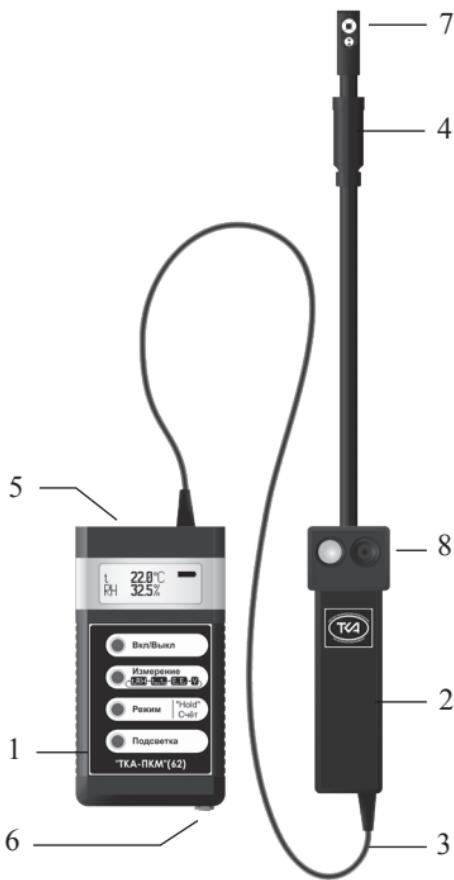

Рис.1 Внешний вид прибора “ТКА-ПКМ”(62)
5.1 Приборы комбинированные выпускаются в компактном портативном исполнении. Конструктивно прибор состоит из двух функциональных блоков: измерительной головки (ИГ) и блока обработки информации (БОИ), связанных между собой гибким многожильным кабелем (Рис.1).
Для связи с ПК в приборе установлен разъём USB (дополнительно RS232) (5, на Рис.1).
6.2.1.1 Включите прибор. Перед началом работы убедитесь в работоспособности элемента питания (аккумулятора). Если после включения прибора на дисплее появится надпись “РАЗРЯД БАТАРЕИ!”, нужно зарядить аккумулятор, для чего следует подключить к прибору через разъём на корпусе (6, Рис.1) зарядное устройство и вставить его в сеть. Прибор необходимо выключить. Время заряда ~ 16 часов. Превышение времени заряда (до нескольких суток) не приводит к ухудшению работоспособности аккумулятора.